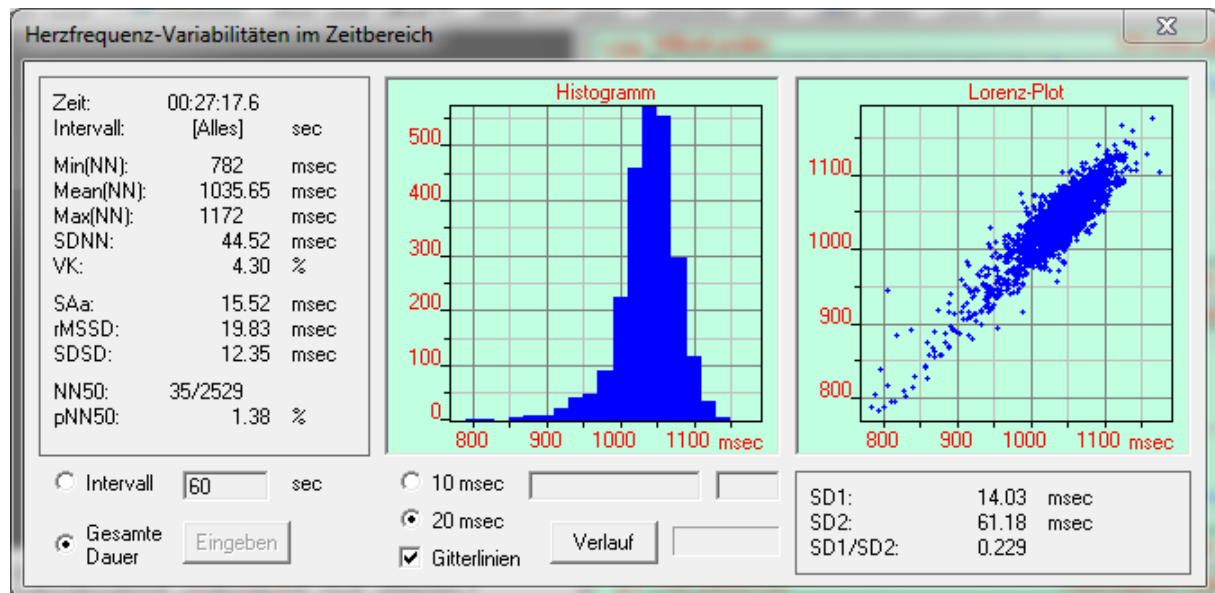

Abb. 52: Histogramm und Lorenz-Plot aus der gesamten Aufnahme
Man sieht in der Abb. 52 links verschiedene statistische Maße: minimales, durchschnittliches und maximales RR-Intervall während der letzten 60 Sekunden (Min(NN), Mean(NN) und Max(NN)). Die Standardabweichung und der Variationskoeffizient der RR-Intervalle im selben Zeitraum (SDNN und VK).